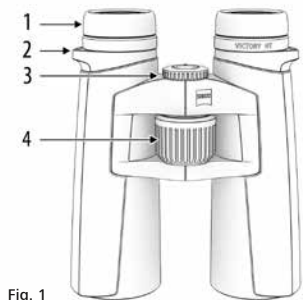

Fig. 1
Das Fernglas hat ein Fokussierrad (**Fig. 1/4**) und ein Rad für den Dioptrienausgleich (**Fig. 1/3**). Zum Einstellen des Dioptrienausgleich schließen Sie das rechte Auge und stellen mit dem Fokussierrad (**Fig. 1/4**) das Bild in der linken Fernglashälfte scharf ein. Danach schließen Sie das linke Auge und stellen – falls erforderlich – die Bildscharfe der rechten Fernglashälfte mit dem Dioptrienausgleich (**Fig. 1/3**) nach.
**Hinweis:** Verwenden Sie immer das gleiche Objekt um das Bild auf beiden Fernglasseiten scharf einzustellen. Zur Scharfeinstellung anderer Objekte auf verschiedene Entfernungen brauchen Sie dann nur noch den Fokussierknopf (**Fig. 1/4**) zu betätigen.